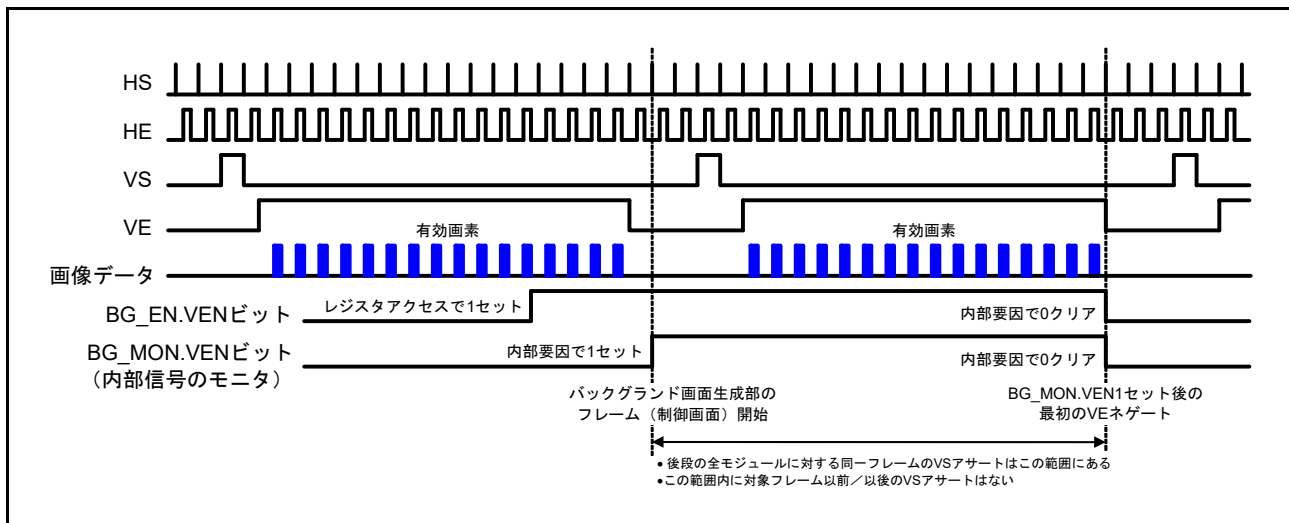

図 58.24 内部動作へのレジスタ値反映制御信号
4. 1 にした VEN ビットが 0 になったことを確認します。本ビットが 0 になると、対象レジスタのコンテンツが内部動作に反映されます。本ビットが引き続き 1 の場合、対象レジスタのコンテンツは内部動作に反映されていない可能性があります。各モジュールの VEN ビットは、対象レジスタ値が内部に反映された直後に 0 になります。ただし、バックグラウンド画面生成モジュールの VEN ビットは、モジュール出力 VE がネゲートされるまで 0 になりません (すべてのモジュールにおいては、レジスタ値が同一フレームの内部動作に反映されるよう、バックグラウンド画面生成モジュールの VS アサートに関して十分な遅延を確保しています)。図 58.24 に、バックグラウンド画面生成モジュールおよびモニタビットが出力する信号の動作を示します。